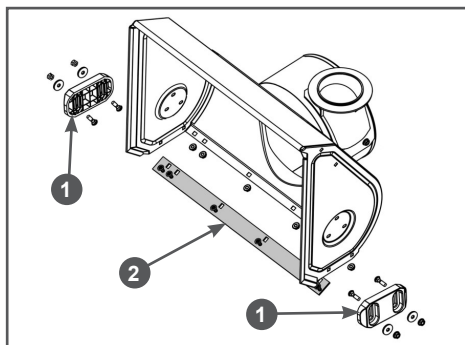

Рис. 32 Обслуживание кожуха шнеков
1. Открутите гайки крепления полозков 1 (Рис. 32) и снимите полозки с кожуха шнеков.
2. Установите новые полозки и закрепите их четырьмя болтами и гайками (Рис. 32). Перед окончательной затяжкой гаек отрегулируйте высоту заборта снега.
Для наглядности на Рис. 32 кожух шнеков показан без шнеков, редуктора и валов.
1. Открутите гайки крепления и снимите нижнюю накладку 2 с кожуха шнеков (Рис. 32).
2. Установите новую нижнюю накладку и закрепите ее болтами и гайками (Рис. 32).